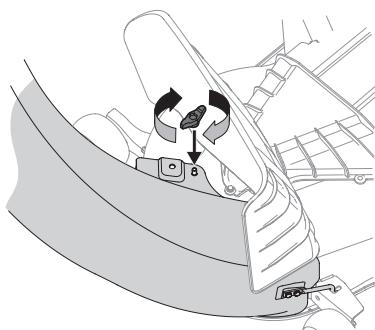

Figure 21
6. Fixez le coude de la goulotte sur le plateau de coupe avec l'écrou papillon (720-04122) du kit de quincaillerie (689-02364). Voir Figure 21.